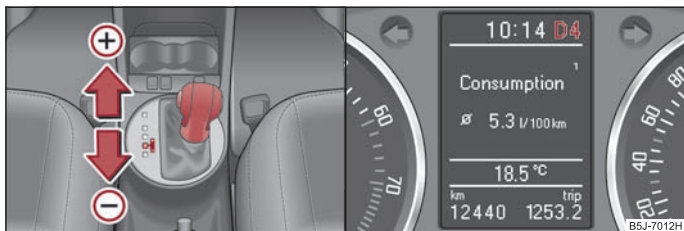

Abb. 99 Wählhebel: manuelles Schalten / Großes Informationsdisplay: manuelles Schalten
Die eingelegte Wählhebelstellung wird zusammen mit dem eingelegten Gang im Informationsdisplay des Kombi-Instruments angezeigt ⇒ Abb. 99 rechts.
- Tippen Sie den Wählhebel (in der Tiptronic-Stellung) nach vorn an ⇒ Abb. 99 (+).